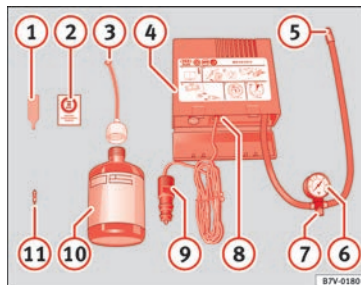

Fig. 97 Rappresentazione standard: contenuto del kit per la riparazione degli pneumatici.
Il kit per la riparazione degli pneumatici si trova nel sottofondo del bagagliaio. Include i seguenti componenti » **fig. 97**:
Riavvitare il tubo di gonfiaggio » **fig. 97** ⑤ e controllare la pressione con il manometro ⑥.